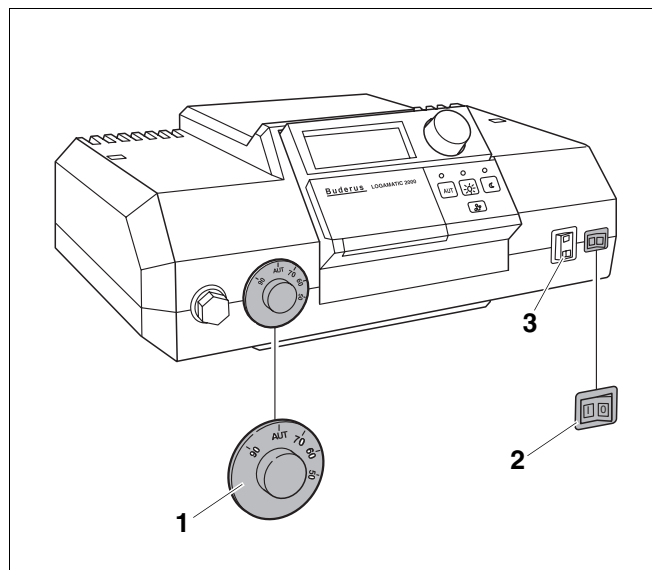
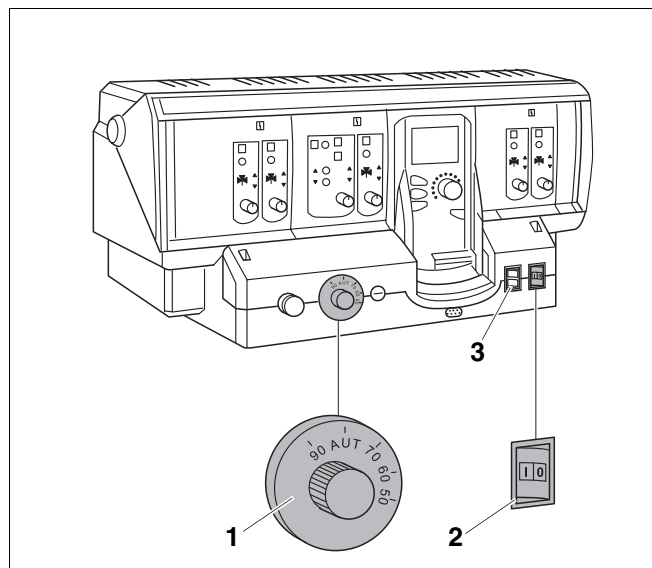

Рис. 4 Система управления (здесь: Logamatic 2107)
Рис. 5 Система управления (здесь: Logamatic 4211)
Включите отопительный котел на системе управления рис. 4 или рис. 5. При включении системы управления запустите горелку в автоматическом режиме. Затем горелка может стартовать от системы управления. Дальнейшая информация по этому вопросу находится в соответствующей инструкции по эксплуатации системы управления.
- Установите пусковой выключатель (рис. 4, **поз. 2** или рис. 5, **поз. 2**) в положение "I" (ВКЛ).
- Установите регулятор температуры котловой воды (рис. 4, **поз. 1** или рис. 5, **поз. 1**) в положение "AUT". При работе в режиме поддержания постоянной температуры установите нужную температуру (минимум 65 °C).
- Установите пусковой выключатель (рис. 4, **поз. 2** или рис. 5, **поз. 2**, страница 8) в положение "0" (ВЫКЛ.).